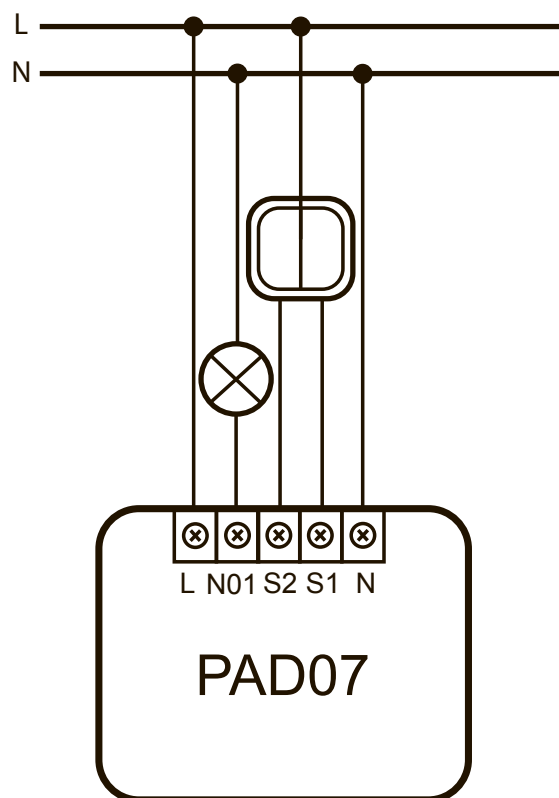

Рис. 1. Схема монтажа
2. Подключите к PAD07 выключатель, как показано на рис.1. Поддерживаются только моностабильные выключатели. т.е. звонкового типа. Классические бистабильные выключатели НЕ ПОДДЕРЖИВАЮТСЯ.